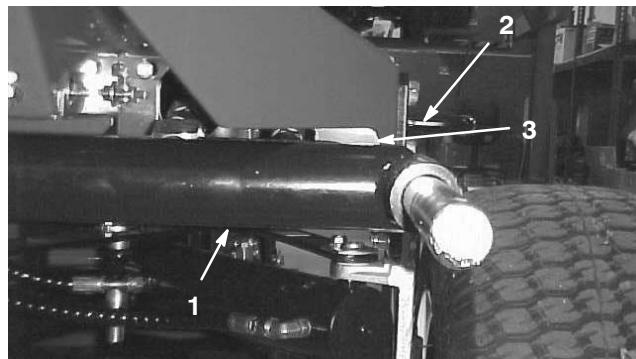
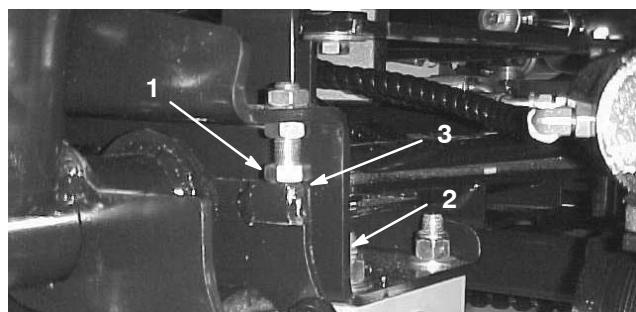
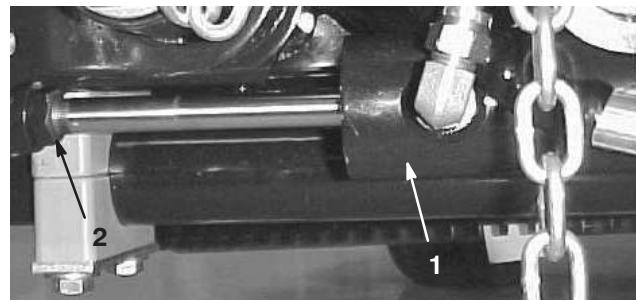

Bild 5
Bild 6
Bild 7
- Lassen Sie den Motor an, heben die Mähwerke an und prüfen Sie, ob der Abstand zwischen jedem Hubarm und dem Bügel der Bodenplatte zwischen 5 und 8 mm liegt (Bild 5). Drehen Sie die Anschlagschrauben (Bild 6) zurück und stellen den Zylinder so weit ein, dass sich der richtige Abstand ergibt, wenn der Abstand davon abweicht. Drehen Sie die Klemmmutter am Zylinder zurück (Bild 7), entfernen den Stift aus dem Stangenende und drehen den Lastbügel. Montieren Sie den Stift und prüfen den Abstand nach. Wiederholen Sie diesen Vorgang nach Bedarf. Ziehen Sie nun die Klemmmutter am Lastbügel fest.
- Prüfen Sie, ob der Abstand zwischen jedem Hubarm und der Anschlagschraube zwischen 0,13 und 1,02 mm liegt (Bild 6). Justieren Sie die Anschlagschrauben, bis sich der richtige Abstand ergibt, wenn der Abstand davon abweicht.